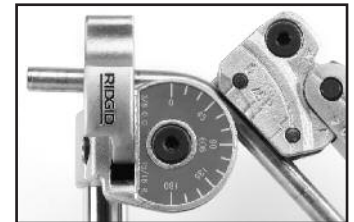

Figura 5
5. Gire el Brazo del Carril por alrededor del Formador hasta que la línea "0" en el Carril quede alineada con el grado de curvatura deseado en el Formador (Figura 5).